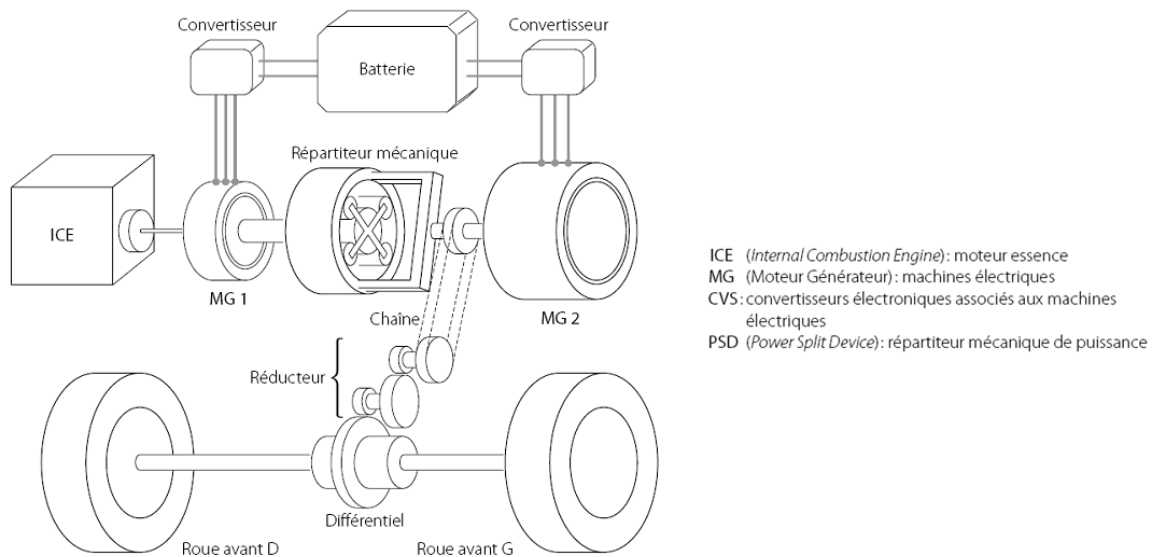

Figure 1: vue générale de la chaîne de traction
- La vue générale du groupe motopropulseur et de la transmission du véhicule est donnée en Figure 1. Les rendements de la transmission, des machines électriques et de leurs convertisseurs électroniques seront considérés à 100 %.